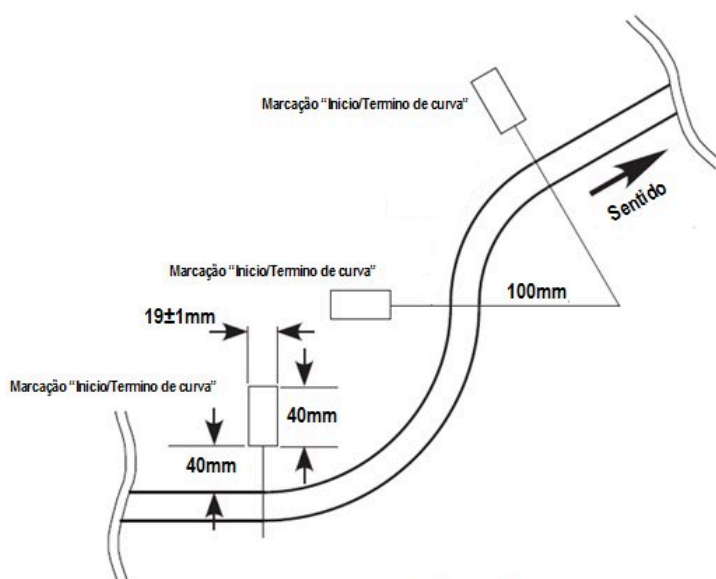

Figura 4: raios e marcações de mudança de curvatura.
- 4.14** O raio dos arcos é de no mínimo 100 mm (vide figura 4).
- 4.15** Haverá uma marcação no lado esquerdo da linha (em relação ao sentido do percurso) no ponto em que houver alteração da curvatura (vide figura 4).
- 4.16** Um percurso pode ter arcos com diferentes curvaturas ligadas continuamente, sempre observando os itens 4.13 e 4.14 (vide figura 4).